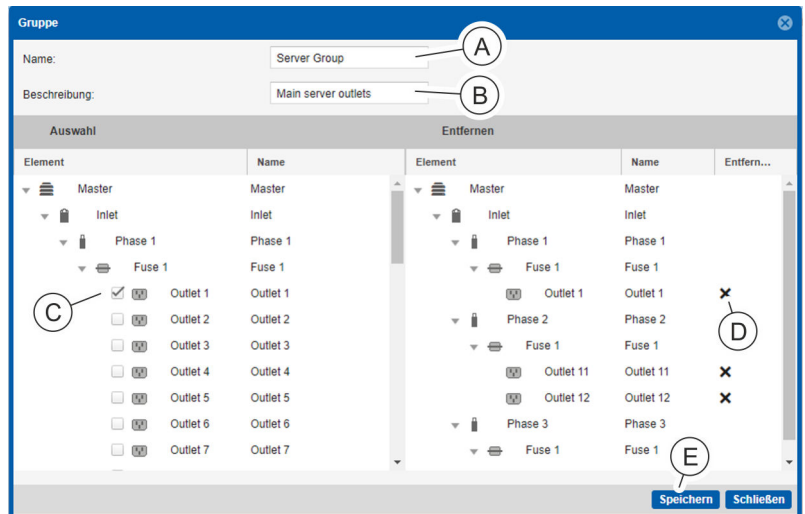

Abb. 113: Fenster "Gruppe"
⇒ Es öffnet sich das Fenster "Gruppe" (Abb. 113).
4. ➔ Im Fenster "Gruppe" eine Benennung (Abb. 113/A) und ggf. eine Beschreibung (Abb. 113/B) für die Gruppe einfügen.
5. ➔ In der linken Spalte einzelne Steckdosen über die jeweilige Checkbox (Abb. 113/C) auswählen.
6. ➔ Ggf. einzelne Steckdosen über die Schaltfläche **x** (Abb. 113/D) in der rechten Spalte entfernen.
7. ➔ Schaltfläche „Speichern“ drücken, um eine Steckdosengruppe zu speichern (Abb. 113/E).